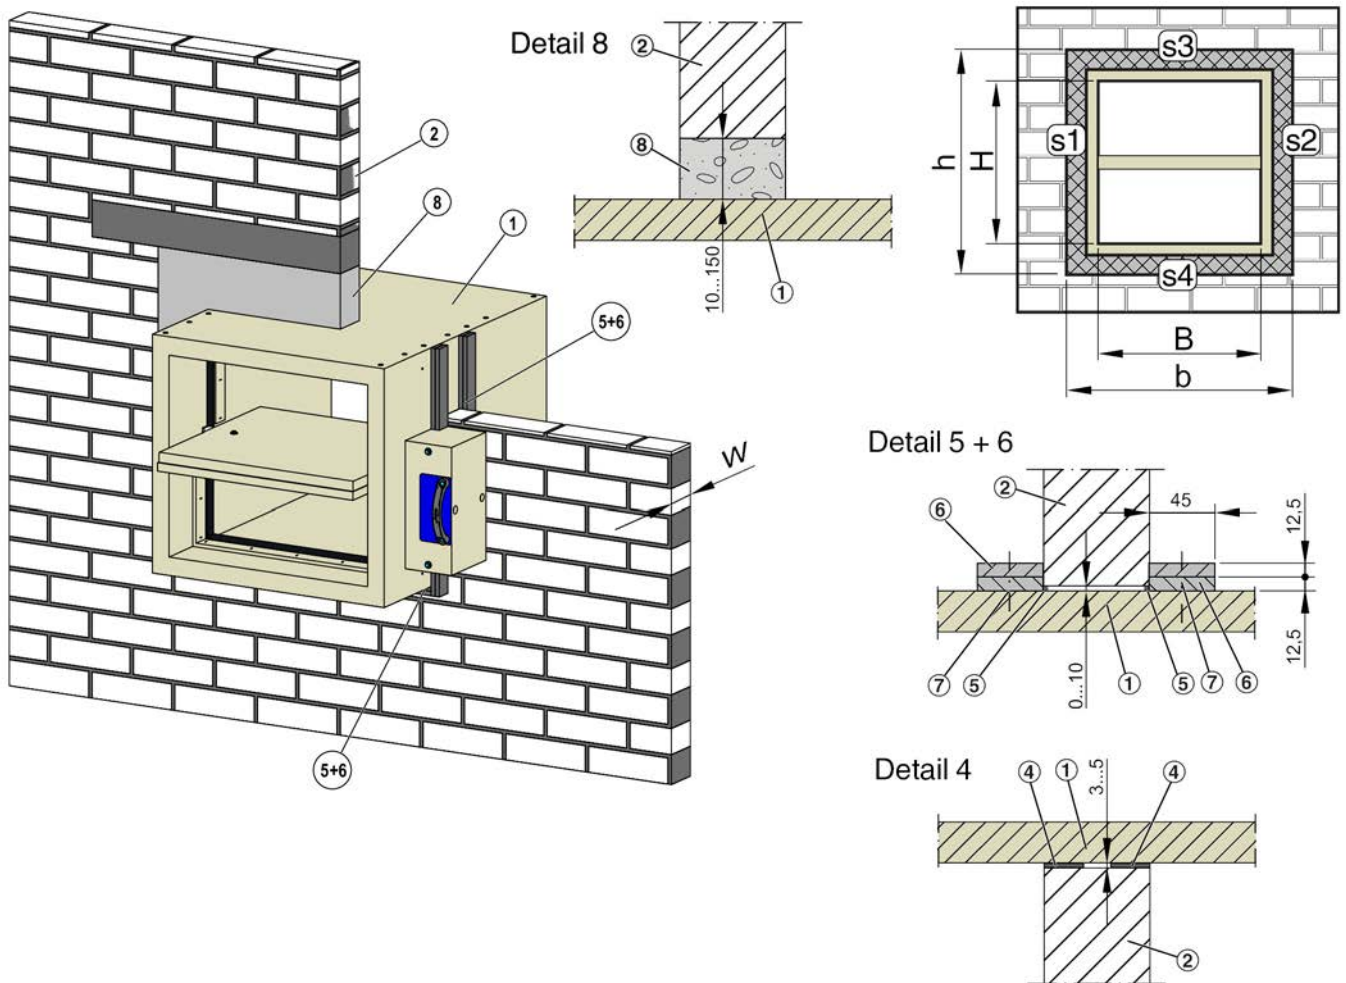

Fig. 13: Instalación sin moerto seco-húmedo en pared maciza, variante 2a, índice de clasificación:  $v_{ew}$
- Realizar la abertura de instalación en cumplimiento con Fig. 13 .